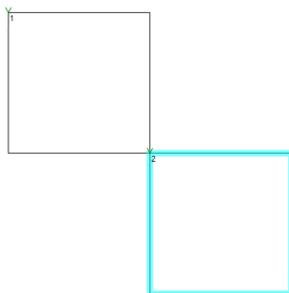

図 5.3.19a 延長したい図形を選択
①図 5.3.19a に示すように、テールが他の図形の辺と交差する条件を満たす図形を選択します。